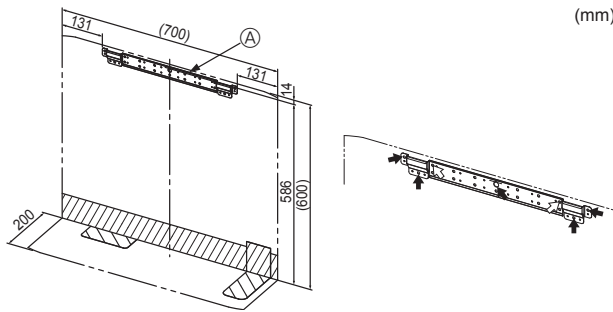

Fig. 3-1
- Die Halterung fest an der Wandstruktur (Bolzen usw.) installieren. (Fig. 3-1)